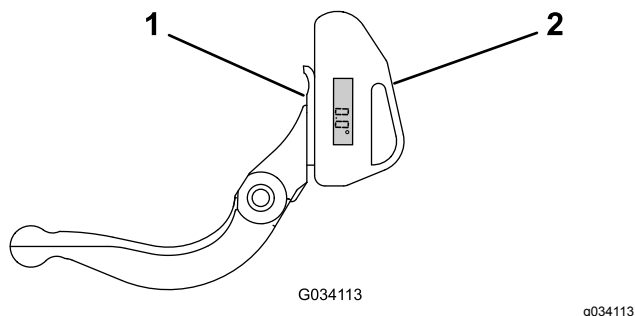

Figure 35
1. Placez l'indicateur d'angle sur la face inférieure de la contre-lame, comme montré à la Figure 35.